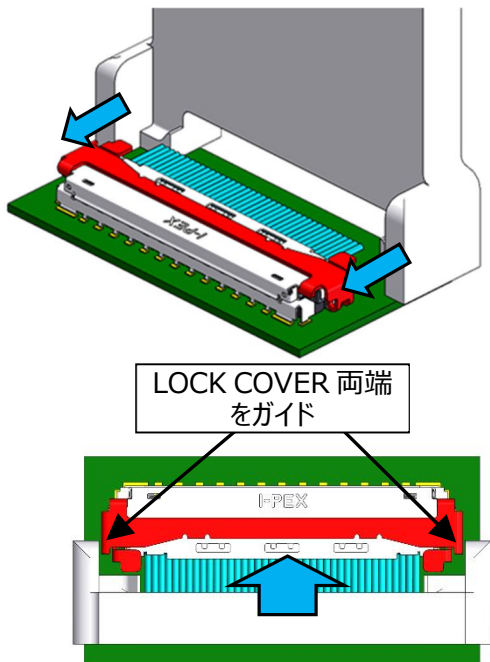

Fig.15-1
- ① LOCK 解除 JIG を Fig.15-1 の様に LOCK COVER 両端にガイドさせ、LOCK レバー下部に JIG 操作部をセットする。
- ② JIG セットが問題無ければ、解除 JIG を上に引き上げることで LOCK が解除されます。
NG 状態になった場合は、Fig.15-1 の状態から作業をやり直してください。